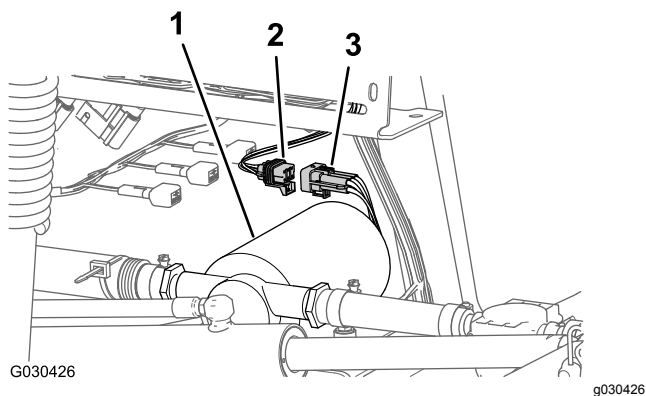

Рисунок 14
- Отсоедините 6-штыревой разъем жгута проводов промывочного насоса от 6-гнездового разъема главного заднего жгута проводов (Рисунок 14).